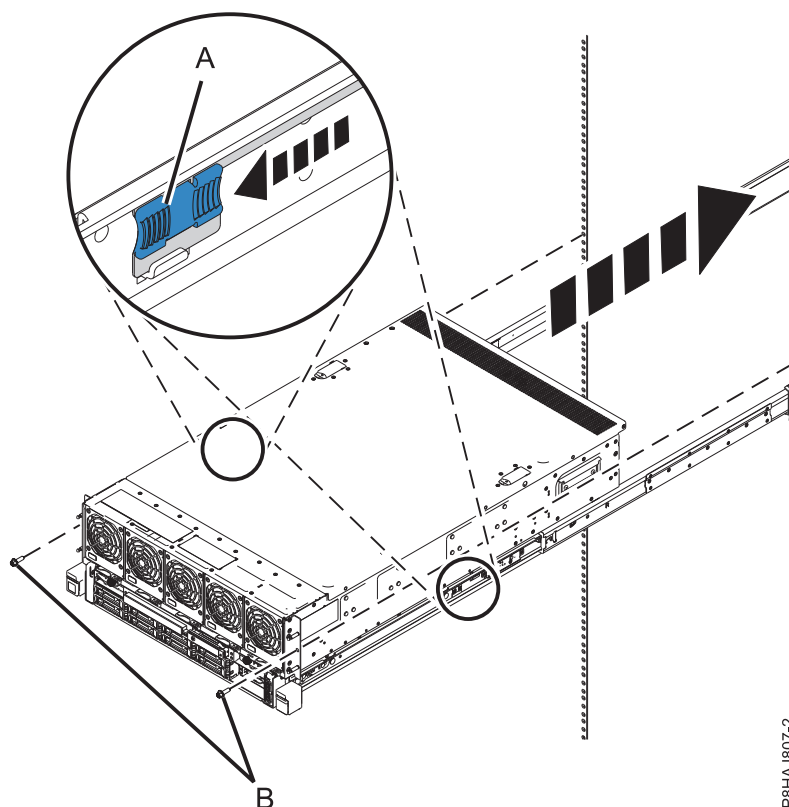

Figura 13. Liberación de los pestillos del medio de las guías y empuje del sistema totalmente dentro del bastidor
7. Libere los pestillos del medio de las guías y empuje el sistema totalmente dentro del bastidor, tal como se muestra en la Figura 13 en la página 14.